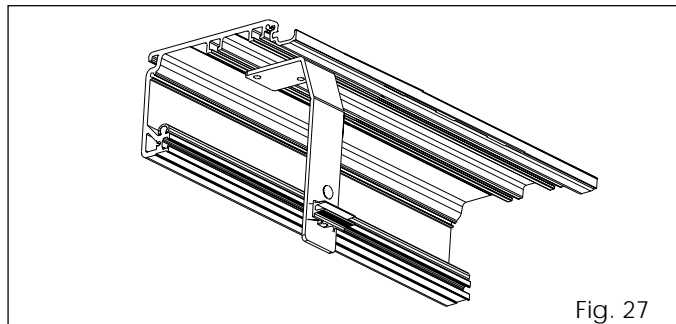

Fig. 27
- Zet een bevestigingsbeugel van de kap aan het uiteinde van de dwarsbalk, aan de kant tegenover de motorgroep, vast met de bijgeleverde schroeven en plaatjes (fig. 27).